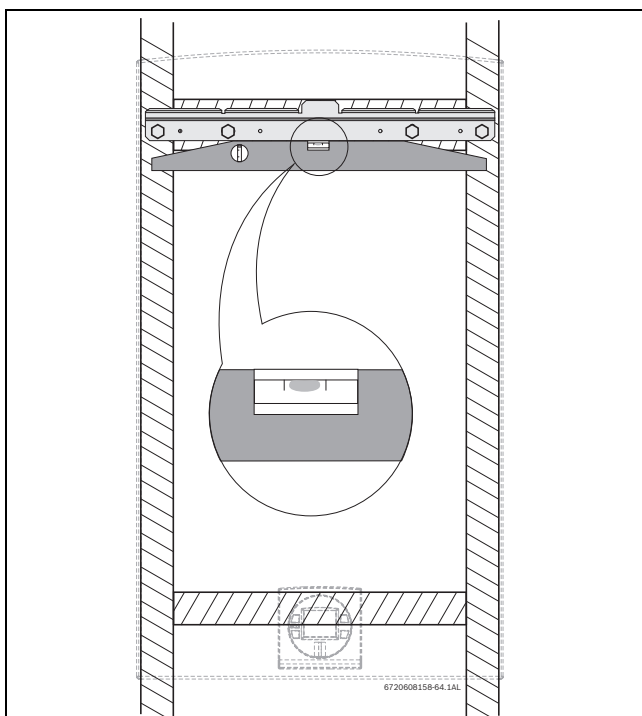

Fig. 30 Mise à niveau du support de montage mural
- Fixer le support de montage mural fourni avec le chauffe-eau à une surface murale. Le chauffe-eau doit être installé de niveau sur la surface murale, voir fig. 30, page 26.